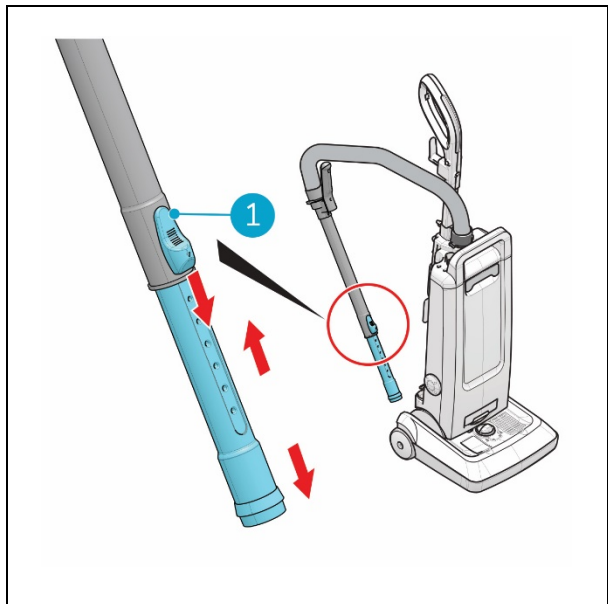

Figure 18
1. Poussez le bouton coulissant noir (Figure 18, pos. 1) vers le bas et maintenez-le.